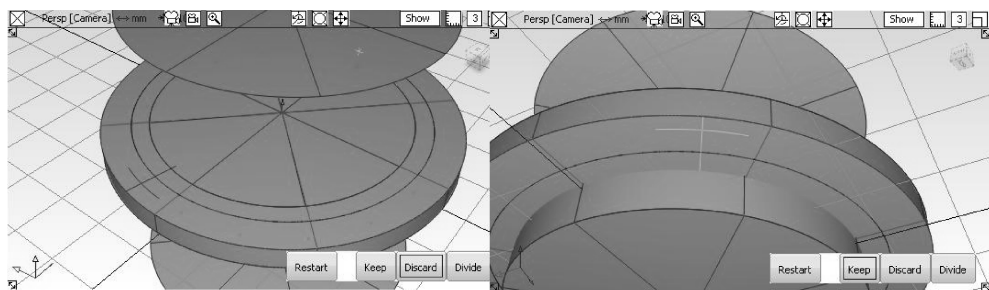

图 5-66 剪切曲面
- 09 继续使用【Trim】工具，选择底面最大的圆柱体的上底面，然后单击需要执行剪切命令的部分，单击视窗右下方的【Keep】按钮，完成剪切。使用同样的方法选择下底面进行剪切，如图 5-66 所示。